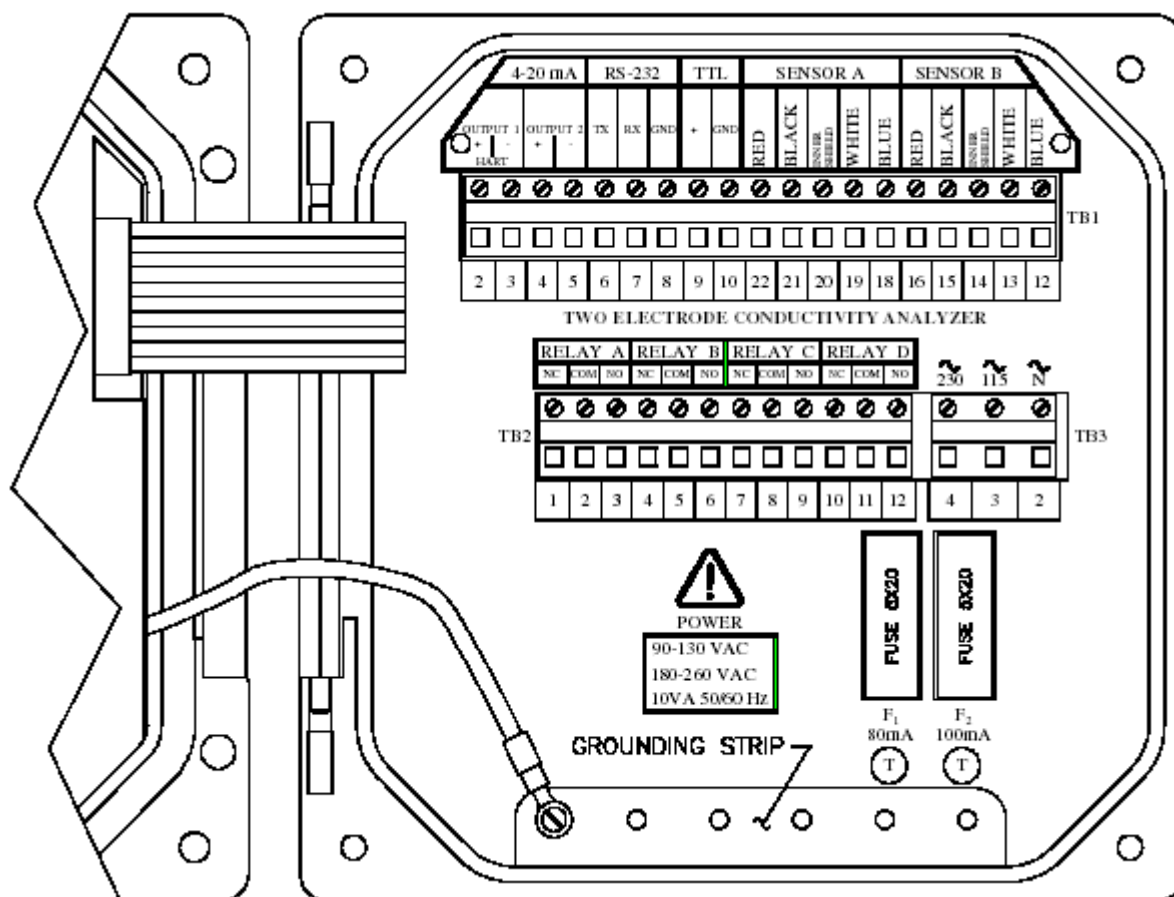

图 2-3 序列号前缀为“B”的测定仪的接线端标识
要操作电气连接的接线端，请拧下四个紧固螺钉，打开左侧外壳门。图 2-3 和图 2-3 显示了接线端的排列及它们所被指定的作用。
- 对于序列号前缀为“B”的测定仪, 连接到箱体底部的接地带(5 个开孔, 如图 2-3 所示)。